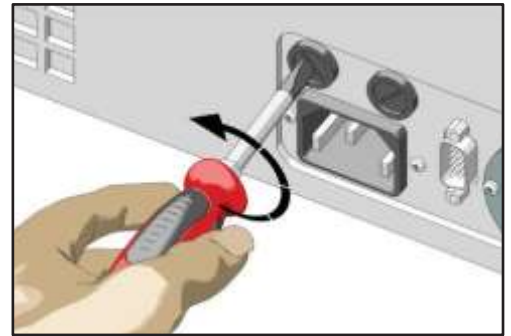

figura 25
2. Svitare il portafusibile mediante un apposito cacciavite (figura 25);